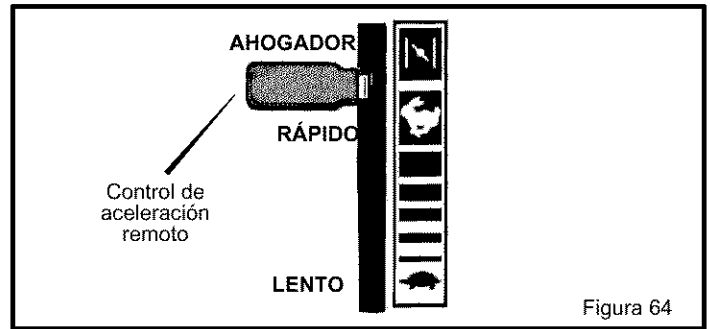

Figura 64
1. Mueva la palanca del **control de aceleración remoto** a la posición RÁPIDO (Figura 64).
2. Con el motor en marcha, coloque la palanca de **control de aceleración remota** en la posición LENTO (Figura 64).